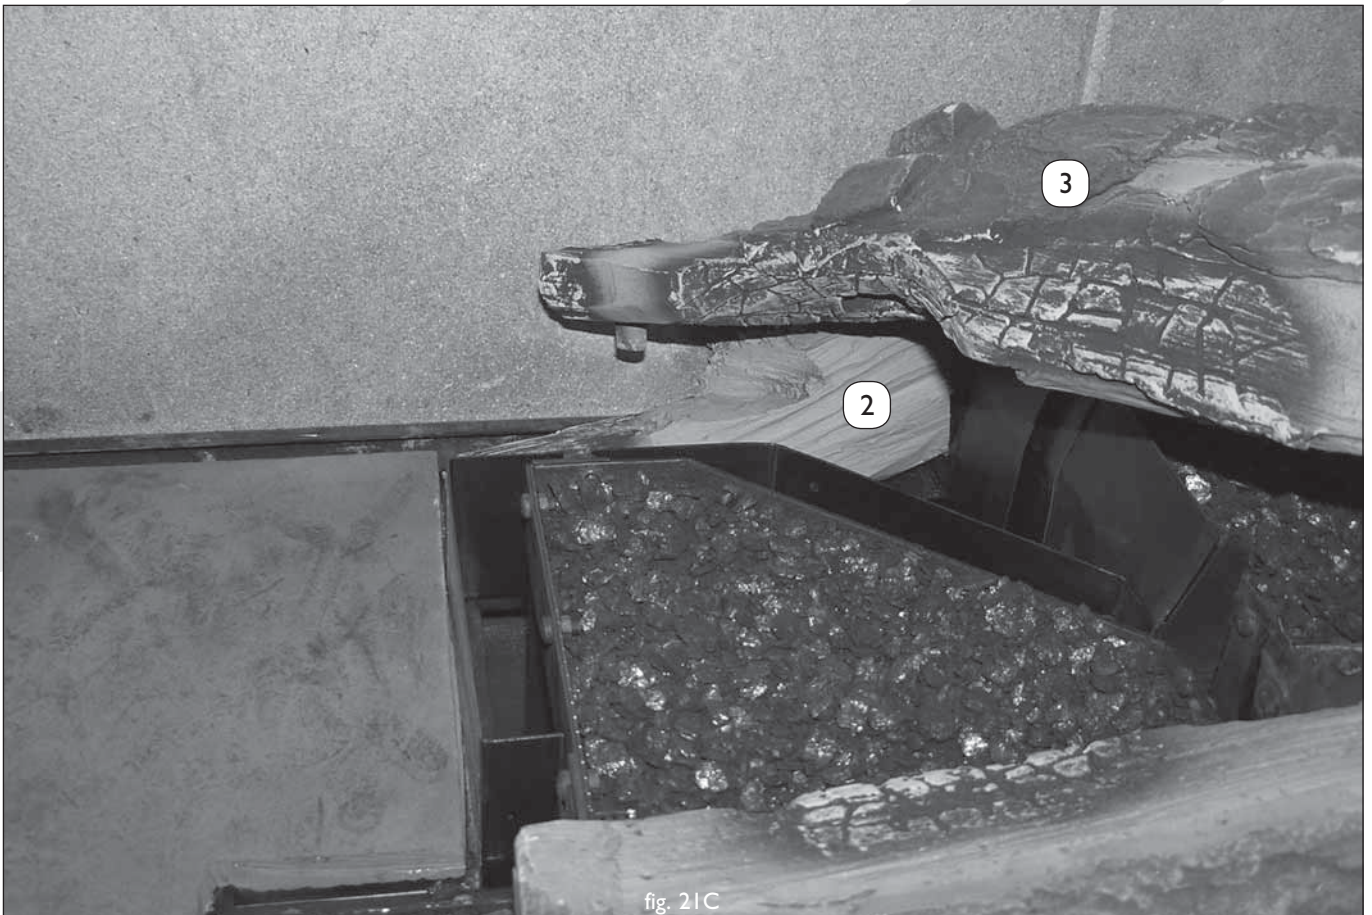
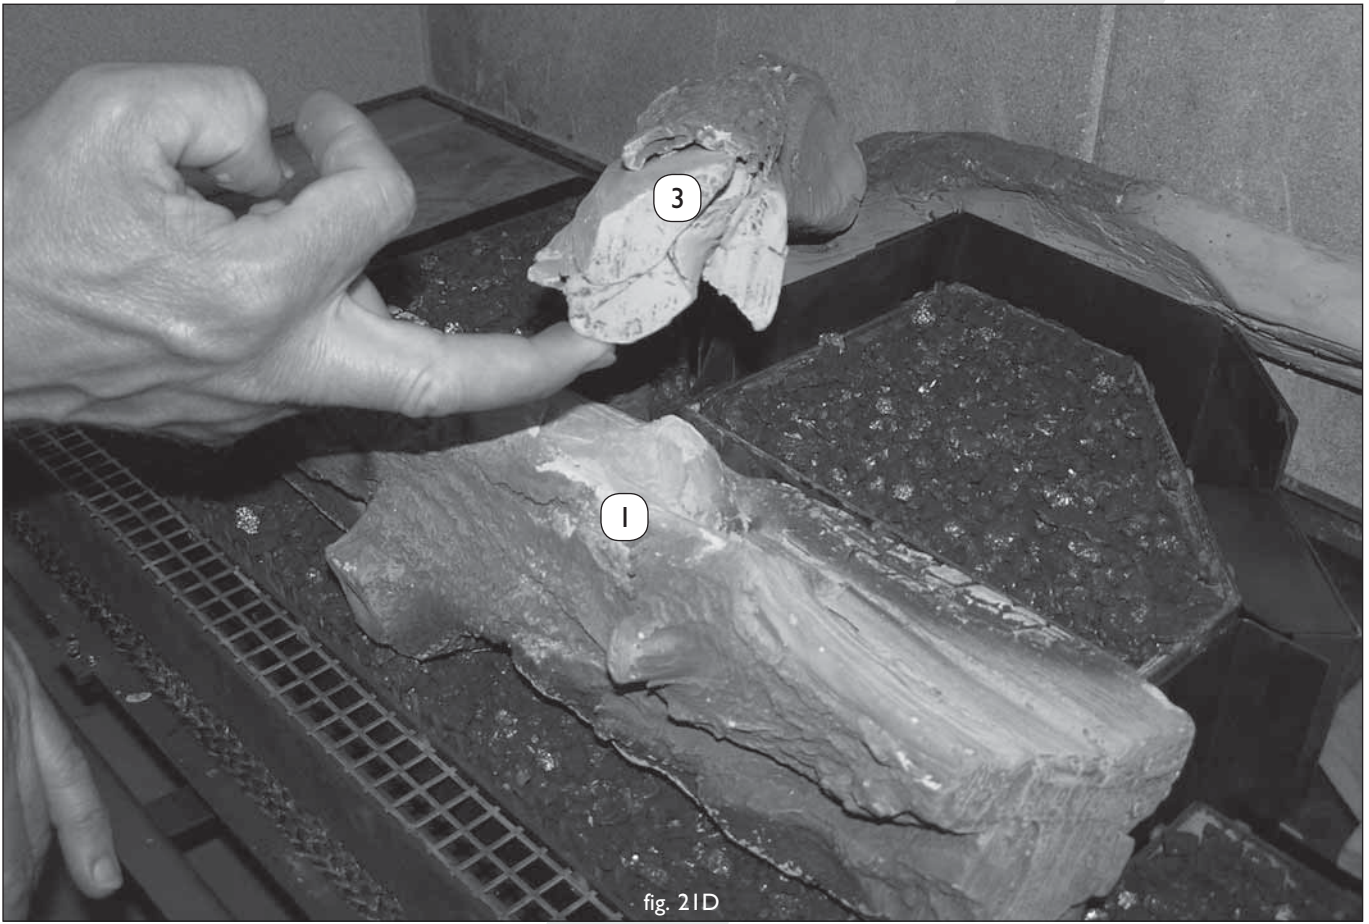

fig. 21C
fig. 21D
- Plaats stam 3 zoals aangegeven in fig. 21E. Het nokje van stam 3 komt in het gat van stam 2 te liggen, zie fig. 21C. Pas op voor afbreken nok! Aan de voorzijde wordt stam 3 gepositioneerd op de nok van stam 1, zie fig. 21D.